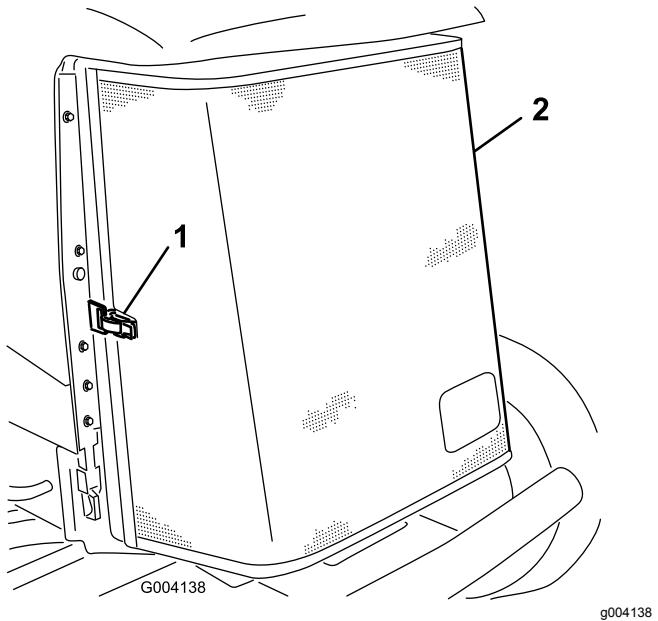

Bild 69
3. Entriegeln Sie den Riegel und drehen Sie das hintere Gitter auf (Bild 69).